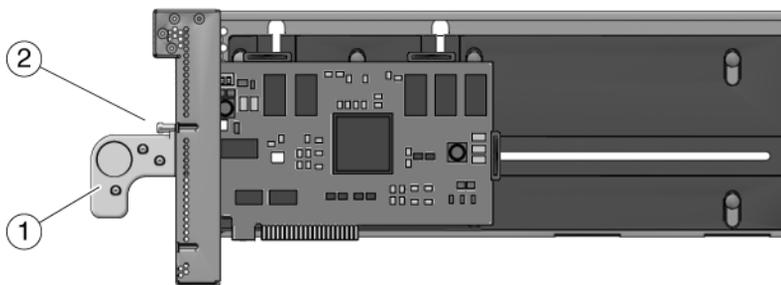

FIGURE 3-9 Carte PCI et chariot
14. Enfoncez le chariot complètement dans son emplacement, puis poussez la poignée du chariot pour la fermer (FIGURE 3-9).
13. Enfoncez le chariot complètement dans son emplacement, puis poussez la poignée du chariot pour la fermer (FIGURE 3-9).